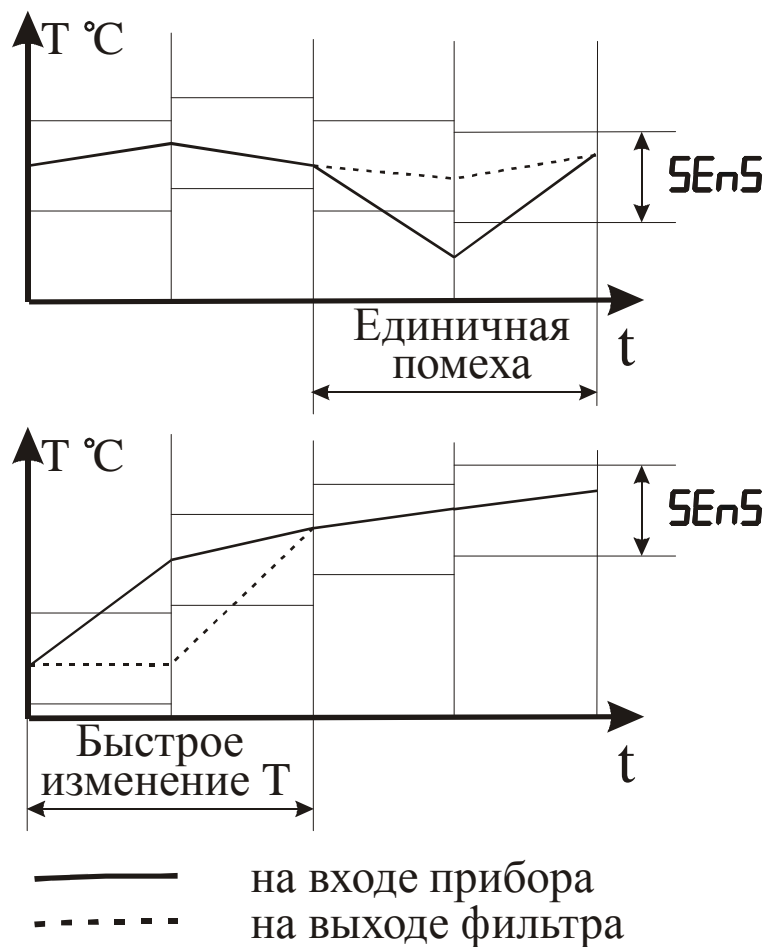

Рисунок 3.11 – Работа фильтра при воздействии случай-ной помехи и быстром изменении сигнала
3.3.3.7 С целью уменьшения влияния случайных импульсных помех на показания в прибор введена цифровая фильтрация. Работа фильтра описывается параметром “Полоса фильтра”. Если текущее значение температуры отличается от результатов предыдущего измерения на значение, которое превышает указанное в параметре “Полоса фильтра”, то проводится повторное измерение температуры, а на индикаторе остается старое значение (см. рисунок 3.11).